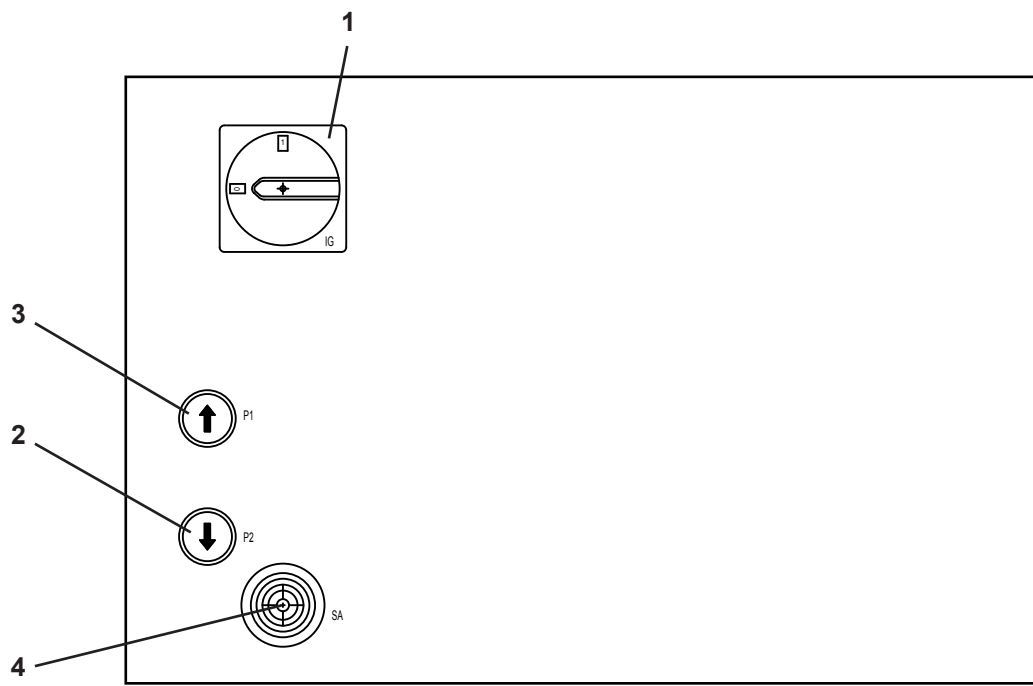

Fig. 7
3.3.1 Quadro elettrico (Fig.7)
3.3.1 Electric panel (Fig.7)
3.3.1 Sicherungskasten (Zu Abb.7)
3.3.1 Armoire électrique (Réf.Fig.7)
3.3.1 Cabina electrica (Ref. Fig.7)